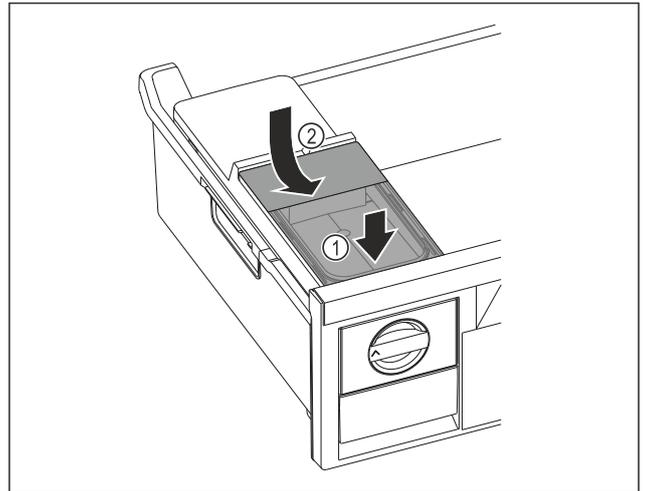

Fig. 72
- ▶ 放置水箱前部。 Fig. 72 (1)
- ▶ 放下水箱后部。 Fig. 72 (2)